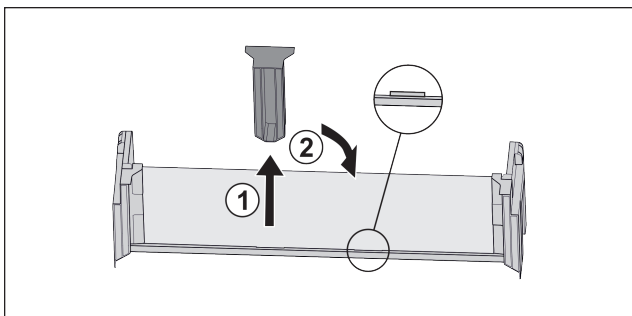

Fig. 124
- ▶ Skinite srednji pridržni dio Fig. 124 (1).
- ▶ Umetnite srednji pridržni dio na drugom položaj Fig. 124 (2).